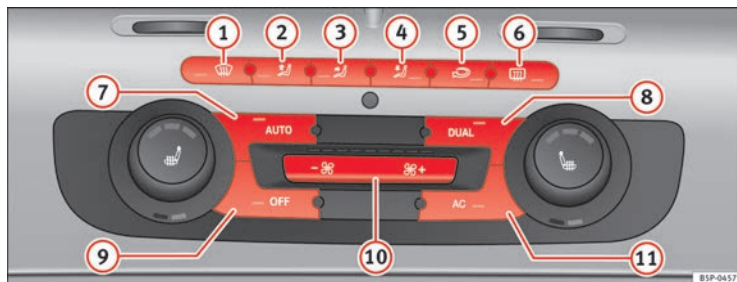

Abb. 129 In der Instrumententafel: Bedienelemente 2C-Climatronic
⇒ Abb. 129.
- Drücken Sie die Taste  ⇒ Seite 172, Abb. 129. Am Display des Radios wird „AUTO High“ angezeigt (hohe Gebläsestufe).
- Drücken Sie erneut die Taste  ⇒ Seite 172, Abb. 129. Am Display des Radios wird „AUTO Low“ angezeigt (niedrige Gebläsestufe).